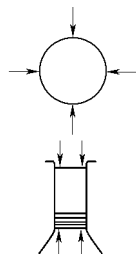

图 1-132 测量轴颈的圆度误差和圆柱度误差
2) 按图 1-132 所示测量轴颈的圆度误差和圆柱度误差。